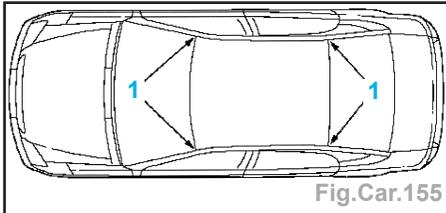

Fig.Car.155
- Enlever par perçage le toit à l'avant et à l'arrière (1) (Fig.Car.155).